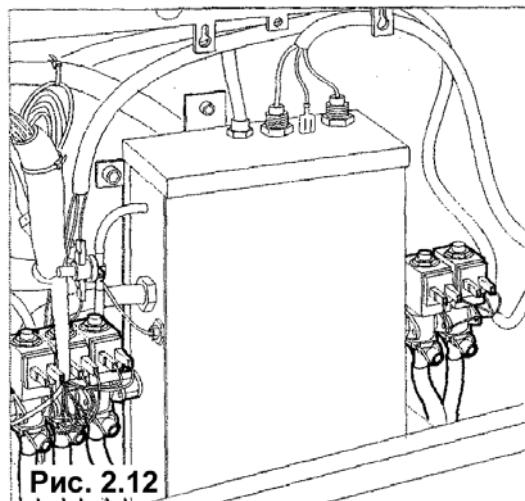
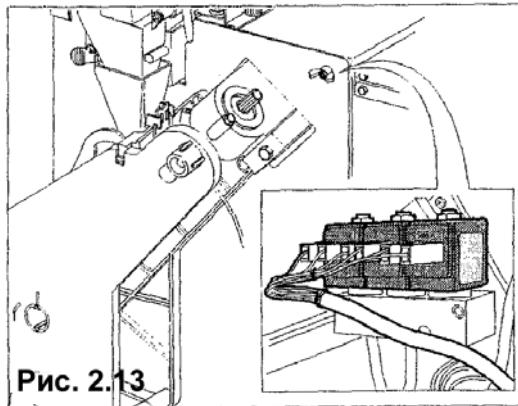

Рис. 2.12
Рис. 2.13
- Электроплапан, расположенный на баке для горячей воды для приготовления смесей (рис. 2.12) или на баке для горячей воды для приготовления кофе (рис. 2.13), срабатывает, чтобы ввести в миксер запрограммированное количество воды (в соответствии с моделью): один бак для горячей воды, два бака для горячей воды или только растворимые напитки.